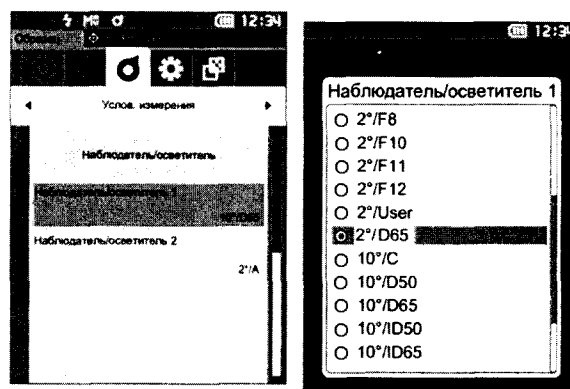

Рисунок 21
8.2.4.3 Нажмите клавишу «ESC», чтобы перейти на экран «Услов. Измерения». Выберите пункт «Наблюдатель/осветитель» клавишами «▲» или «▼», затем нажмите клавишу «Подтверждение». Откроется экран «Наблюдатель/осветитель». Затем выберите пункт «Наблюдатель/осветитель 1», наведите курсор на пункт «2°/D65» (угол наблюдателя 2° (CIE 1931)), стандартный осветитель D65 (дневной свет, цветовая температура 6504 K) (рисунок 21).